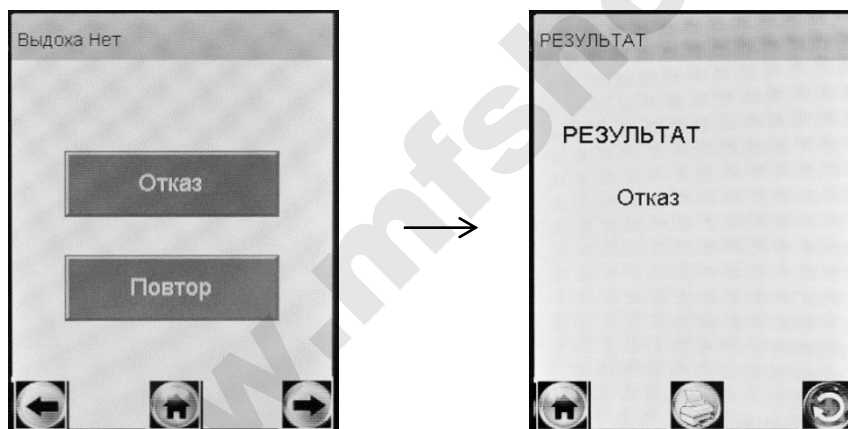

Рисунок 21 – Результат «Отказ от измерения»
2.9.1 Если при выполнении 2.7.10 настоящего РЭ выдох не был сделан своевременно, то окно готовности к отбору пробы «Дуйте» сменится окном «**Выдоха нет**» (рисунок 21, слева).